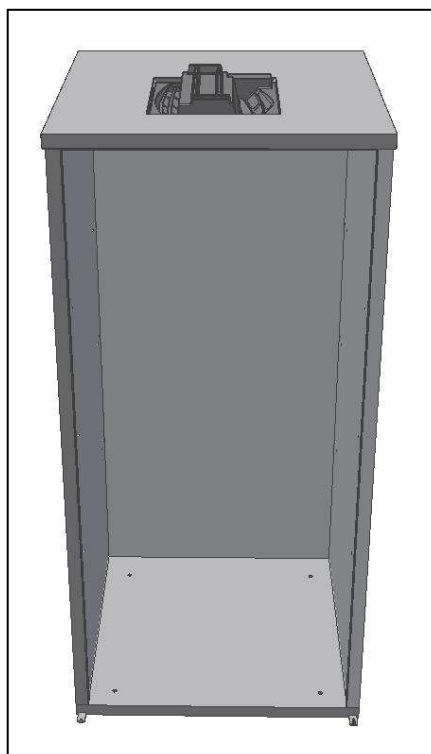

Fig. 7
- Encaixar **painel do tampo** sobre os painéis laterais e painel da costa e apertar apenas à costa (Fig.7).